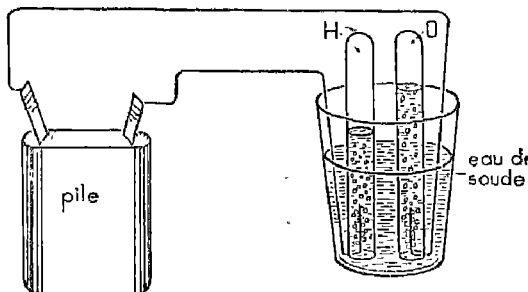

Fig. 9. — Décomposition de l'eau. Le courant électrique traverse l'eau de soude. Il décompose l'eau en hydrogène (H) et oxygène (O.)
b) Perfectionnez votre expérience comme l'indique la fig. 9 afin de recueillir les bulles. L'un des tubes à essais s'emplit deux fois plus vite que l'autre. Dès qu'il est plein, vous pouvez reconnaître qu'il contient de l'hydrogène (il brûle avec une flamme pâle).